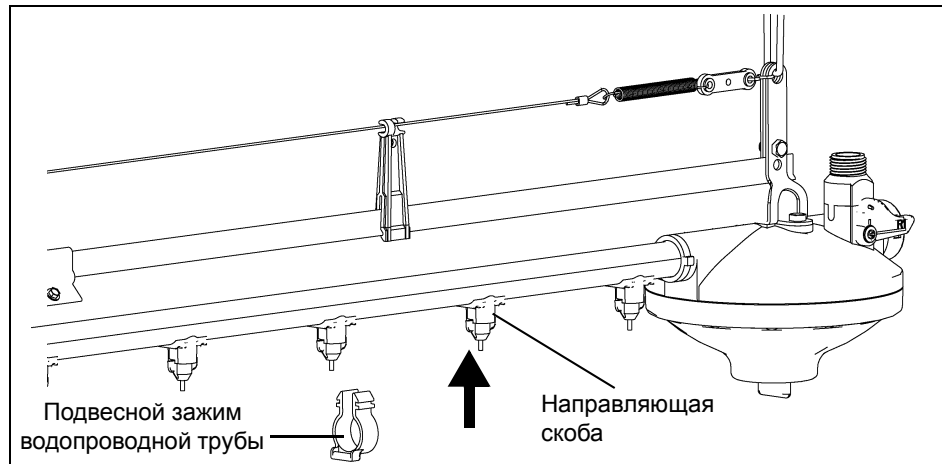

Рисунок 7F
3. Закрепите водопроводную трубу на рельсе, поместив подвесной зажим водопроводной трубы под водопроводную трубу и защелкнув его на рельсе. Рельс должен входить в первый паз от верхней части. *См. Рисунок 7F.*
- a. Чтобы правильно центрировать систему, как минимум два (2) подвесных зажима водопроводной трубы должны фиксироваться в направляющих скобах. Желательно рядом с концами секций водопроводной трубы.
- b. На каждые десять футов (10') водопроводной трубы требуется шесть (6) подвесных зажимов. Размещайте зажимы как можно более равномерно.